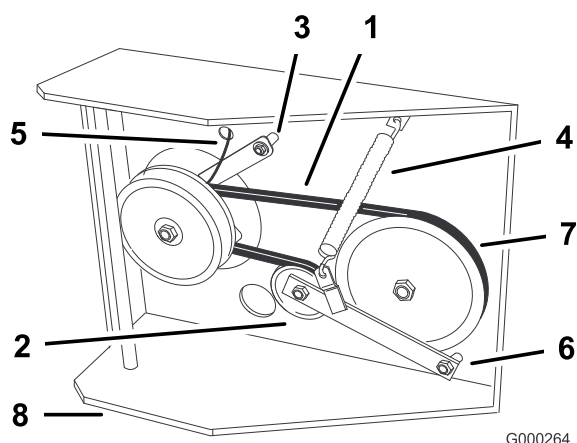

Figura 49
6. Desconecte el soporte del embrague de la carcasa del motor (Figura 49).
7. Desenganche el muelle tensor del lado del bastidor (Figura 49).
11. Instale el muelle tensor entre el brazo de la polea tensora y el soporte del bastidor (Figura 49).
12. Monte el soporte del embrague en la carcasa del motor (Figura 49).